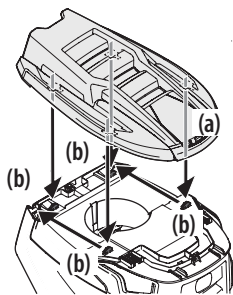

Figure 6
1. Pour installer le couvercle (a), alignez les trous du couvercle avec les pattes du capot. Voir Figure 6.